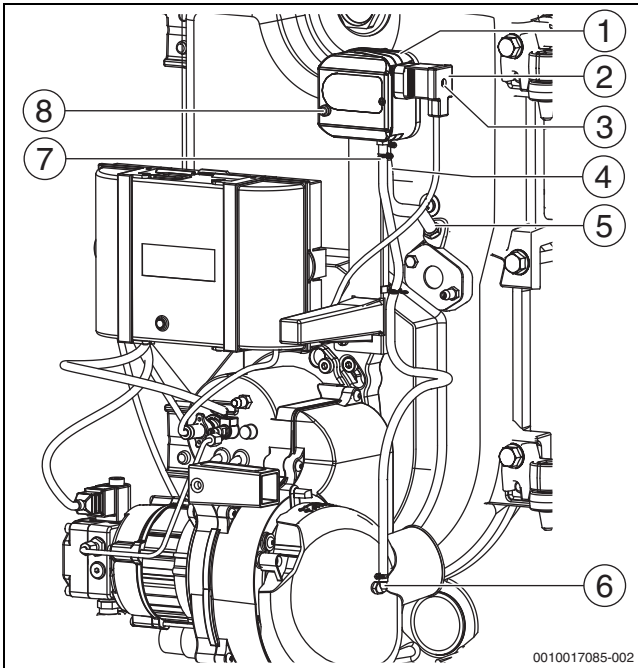

Bild 34 Brenner mit Druckwächter
- ▶ Sicherungsschraube [3] am Anschlussstecker [2] des Druckwächters [1] lösen und Anschlussstecker abziehen (→ Bild 34).
- ▶ Bei Teilaustausch im Reparaturfall auf die korrekte Zuordnung der Messleitungen gemäß Bild 34 achten!